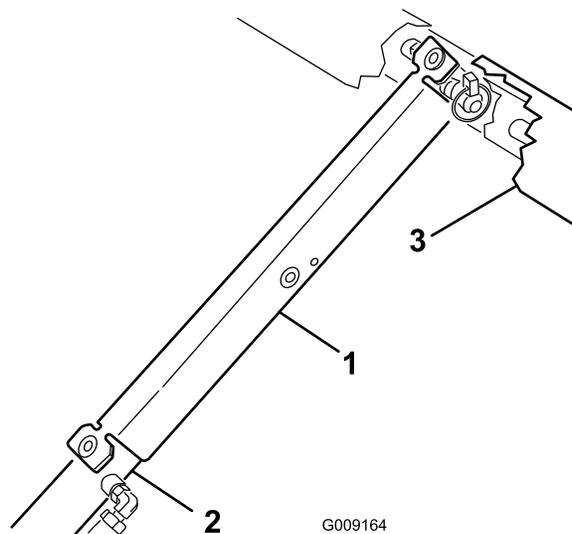

Рисунок 29
3. Поместите опору кузова на шток гидроцилиндра, проследив за тем, чтобы концевые лепестки опоры опирались на торец корпуса гидроцилиндра и торец - штока гидроцилиндра (Рисунок 29).